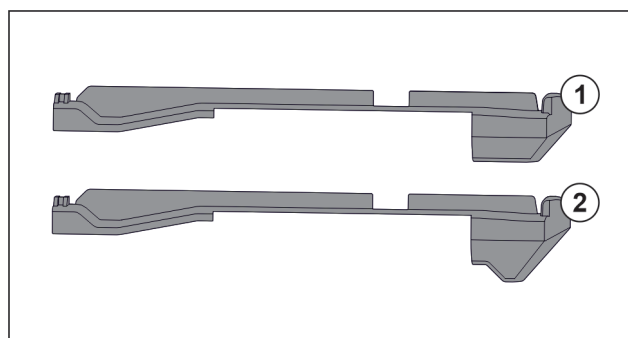

Fig. 62 Vergleich der Aufsteckteile
Im Gerät befinden sich zwei unterschiedliche Aufsteckteile. Das Aufsteckteil über dem untersten Schubfach Fig. 62 (2) hat eine dreieckige Kante. Alle anderen Aufsteckteile Fig. 62 (1) haben eine gerade Kante.
- Aufsteckteil Fig. 62 (2) mit der dreieckigen Kante über dem untersten Schubfach anbringen.
- Aufsteckteil Fig. 62 (1) mit der geraden Kante an allen anderen Stellen anbringen.